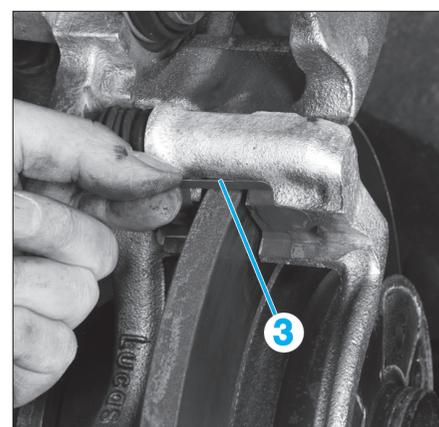

Fig. 5
- Déposer les agrafes antibruit (3) inférieure et supérieure (Fig.5).